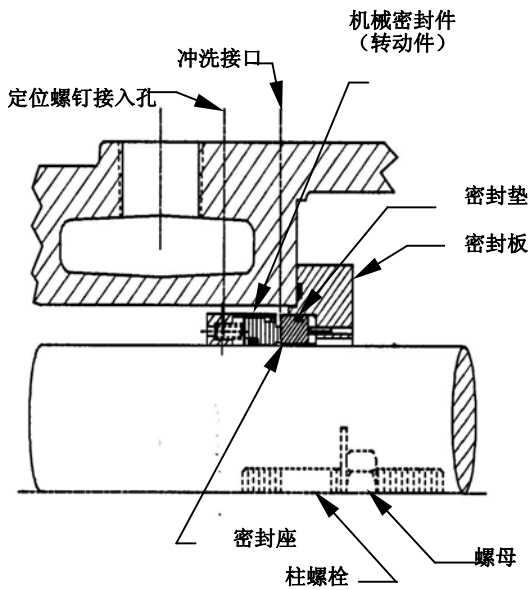

图9
2. 弹性 O 形环密封（图 9）
5. 转动转动件，在支架侧面的密封通道孔的正下方装上定位螺钉。（见图9和10）。拧紧轴上的所有定位螺钉。